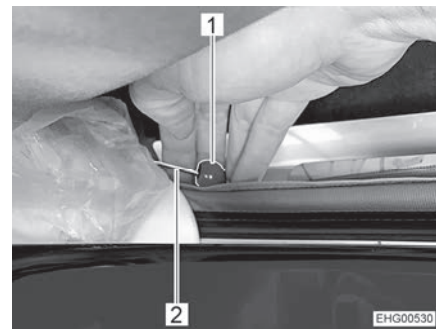

Bild 60 Nödupplåsning
- Dra i den röda knappen (Bild 60,1) på kabeln (Bild 60,2) på båda sidor.